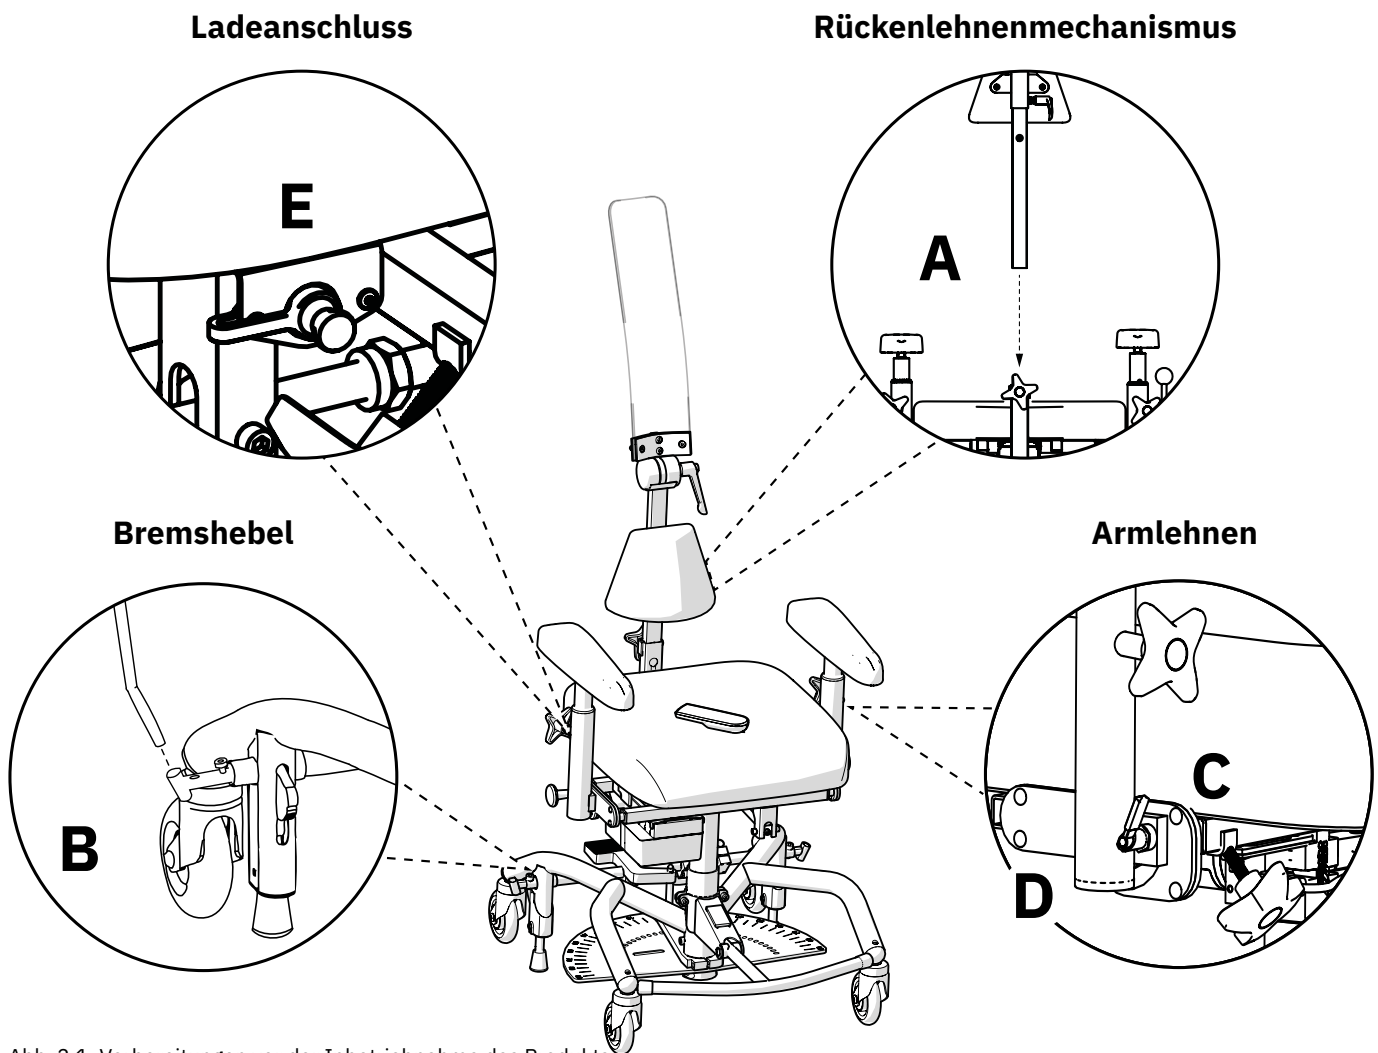

Abb. 2.1. Vorbereitungen vor der Inbetriebnahme des Produkts.
Setzen Sie das Rohr der Rückenlehne in den Rückenlehnenmechanismus (A) ein und stellen Sie die gewünschte Höhe ein, siehe Abb. 2.1. Ziehen Sie sämtliche Handschrauben (A) fest. Die Abbildung zeigt eine der beiden Rückenlehnen, die standardmäßig mit dem Produkt geliefert werden. Zur Einstellung der Rückenlehnen und Rückenmechanismen siehe 5.6. Rückenmechanismus und Rückenlehne.
Wenn die Fußbremse verwendet werden soll, wird empfohlen, den Bremshebel nicht zu montieren. Soll die Handbremsfunktion verwendet werden, ist der Bremshebel wie folgt anzubringen: Stecken Sie den Bremshebel in die Bremshebelhalterung (B), siehe Abb. 2.1. Der Bremshebel kann auf der rechten oder linken Seite montiert werden.
Lösen Sie die Handschrauben an den Armlehnen (C) und stellen Sie die gewünschte Höhe und Breite ein, siehe Abb. 2.1. Ziehen Sie sämtliche Handschrauben (C) fest. Vergewissern Sie sich beim Absenken der Armlehne, dass der Klemmhebelgriff (D) in der Verriegelungsposition einrastet. Wenn der Klemmhebelgriff nicht einrastet, drehen Sie ihn, bis er einrastet.
Vor der ersten Inbetriebnahme muss bei elektrischen Modellen der Akku aktiviert und/oder geladen werden. Dazu wird das Akkuladegerät am Ladeanschluss des Produkts und an eine Wandsteckdose (E) angeschlossen, siehe Abb. 2.1. Die Ladebuchse kann an verschiedenen Stellen des Produkts montiert werden. In den meisten Fällen wird das Produkt mit der Ladebuchse an der Rückseite der linken Armlehne geliefert.